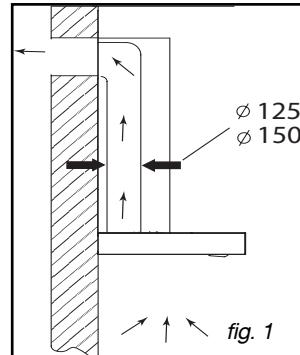

fig. 1
(fig. 1)
- Tracez sur le mur les 3 trous que vous devez percer en utilisant le crochet de suspension de la hotte fourni et en respectant la distance conseillée (pièce A fig. 1)
- Fixez le support de fixation de la hotte en veillant à ce qu'il soit parfaitement de niveau (pièce A fig. 1)
- Calculez la hauteur finale pour fixer l'étrier en U de support de la cheminée (pièce B fig. 1)
- Percez les 2 trous de 8mm et fixez l'étrier de support de la cheminée en faisant attention qu'il soit bien dans l'axe de la hotte (pièce B fig. 1)
- Calculez la hauteur finale pour fixer l'étrier de support de la cheminée (pièce B fig. 1)